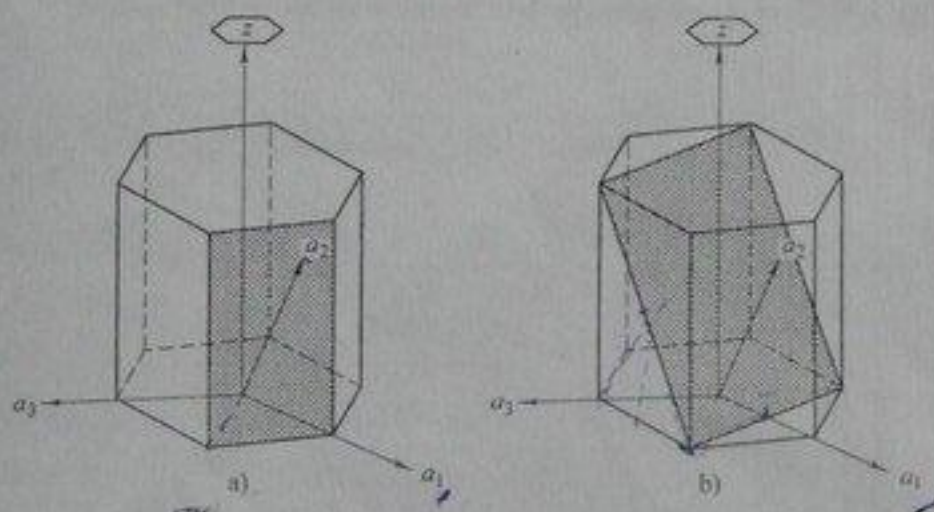

图 15-5 第五题解答图
- (1) 属六方原始格子。(2 分)
- (2) 六次旋转轴 L^6 如图 15-5 所示。(2 分)